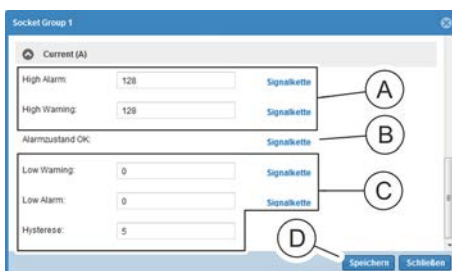

Abb. 191: Fenster "Socket Group <Nr.>"
5. Im Bereich „Current (A)“ einen Wert für „High Alarm“ und „High Warning“ eingeben (Abb. 191/Ⓐ) und eine Signalkette zuweisen. Dazu auf die Schaltfläche „Signalkette“ klicken.
6. Im Fenster "Alarm konfigurieren" eine Signalkette auswählen und über die Schaltfläche „→“ (Abb. 191/Ⓐ) ins Feld „ausgewählte Signalketten“ schieben. Auswahl über die Schaltfläche „Speichern“ (Abb. 191/ⓐ) bestätigen.
7. Im Bereich „Current (A)“ dem Parameter „Alarmzustand OK“ (Abb. 191/ⓐ) bei Bedarf eine Signalkette zuweisen (analog zu Schritt 5 und 6).
8. Im Bereich „Current (A)“ einen Wert für „Low Warning“, „Low Alarm“ und „Hysteresis“ eingeben (Abb. 191/ⓐ) und eine Signalkette zuweisen (analog zu Schritt 5 und 6).
9. Auswahl über die Schaltfläche „Speichern“ (Abb. 191/ⓐ) bestätigen.